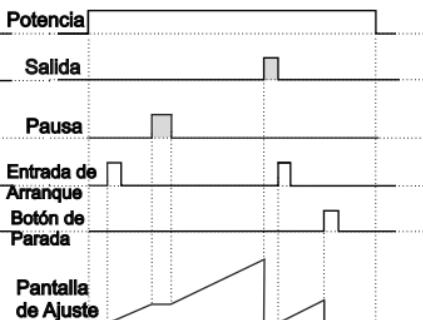

Figura 1.4
1.2.2 Si Conteo Ascendente $dEc\ddot{t} = 0$ y $but\ddot{F}$ es oFF , el diagrama de control se muestra la figura 1.4.